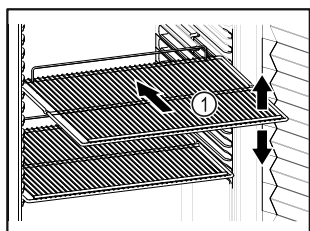

Fig. 84 例图
- 如果存放格栅 Fig. 84 (1)可移动，则根据高度进行调整。